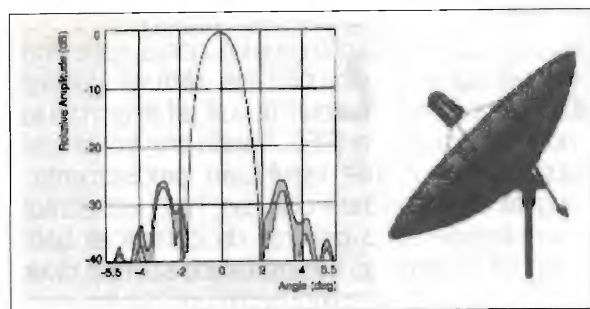

Figura 2: "pattern" tipico di un'antenna parabolica (si notino il lobo principale ed i vari lobi laterali)
3. il rumore termico della Terra, dovuto alla temperatura della superficie terrestre (circa 290 gradi Kelvin); questo rumore entra nell'antenna attraverso i lobi laterali (figura 2);